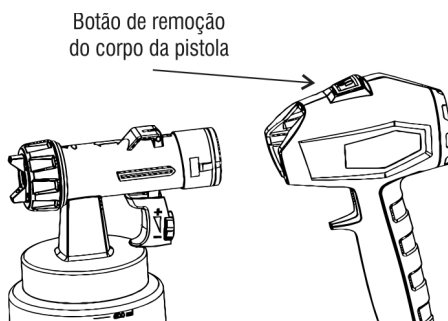

Fig. 11 - Removendo e limpando o corpo da pistola
- Pressione o botão de remoção do corpo da pistola, conforme mostra a Fig. 11;